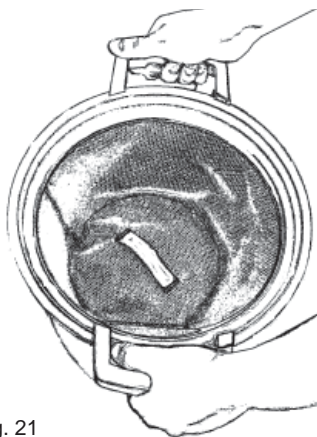

Fig. 21
2. Ne retirez pas le filtre du bac. Secouez-le plutôt doucement à l'intérieur du bac pour que la poussière qu'il contient puisse tomber au fond du bac, fig. 21.
2. Remettez le filtre nettoyé/secoué dans le bac. Assurez-vous que le support pour filtre s'emboîte dans le bord intérieur du bac à poussière. Veillez à ce que le filtre soit correctement positionné - la poignée en tissu du filtre doit être visible, fig. 21.